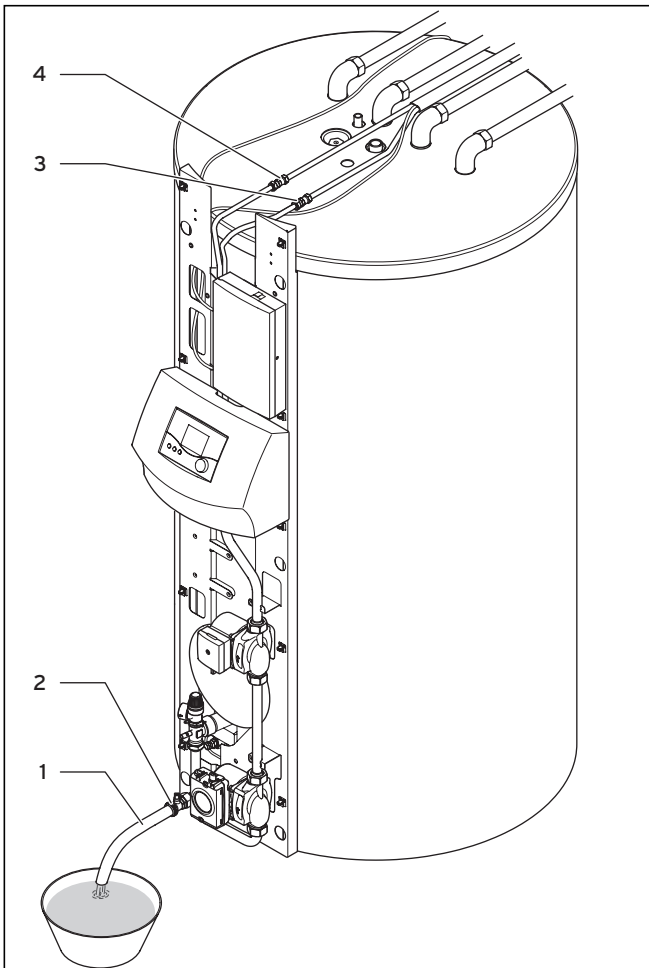

Bild 8.3 Avtappning av solarvätska
- Fäst nu på nytt båda förskruvningar mellan solartanken och solar-kopparröret 2 i 1 (se bild 8.3).